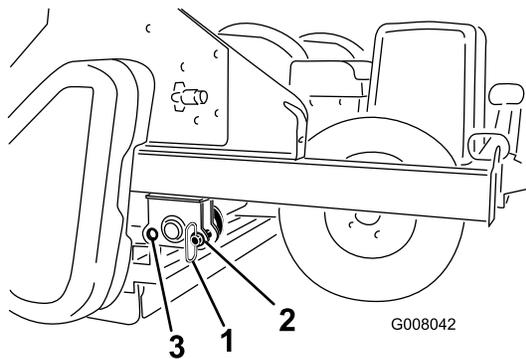

Bild 23
- Nehmen Sie die Parkstifte aus dem hinteren Loch heraus (Bild 23).
- Senken Sie den Prozessor langsam ab, bis er auf den Hinterrollen und Reifen aufliegt. Setzen Sie die Parkstifte in das vordere Loch (Bild 23).